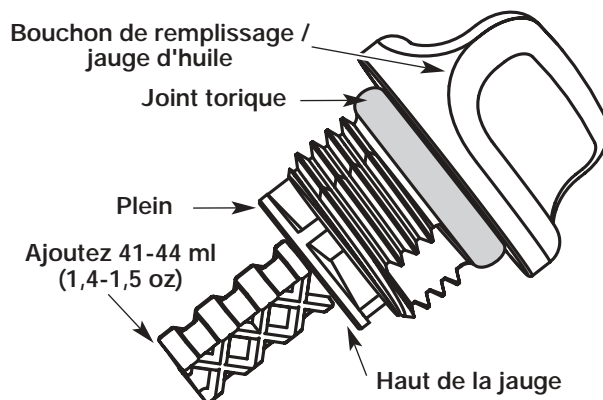

Fig. 52
5. Retirez le bouchon de remplissage / jauge d'huile et vérifiez le niveau d'huile. L'huile devrait atteindre le haut de la jauge (Fig. 52).